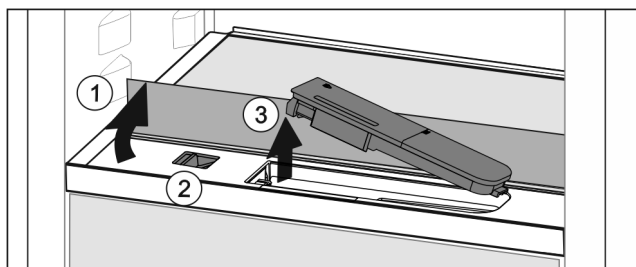

Fig. 127
- ▶ Nadvihnite sklenú dosku a až na doraz ju sklopte dozadu Fig. 127 (1).
- ▶ Potlačte posúvač Fig. 127 (2) doľava.
- ▶ Vyberte nádržku na vodu Fig. 127 (3).